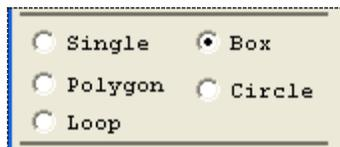

Рисунок 46. Вторая секция окна *Delete Area and Below* с выбранной опцией *Box*
- Выбрать опцию **Box** (Рисунок 46).